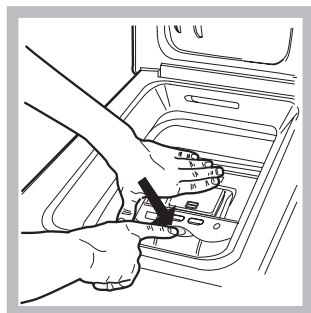

Fig. 2
B) Ouvrez ensuite les Portes du tambour à l'aide de vos deux mains comme indiqué sur la (Fig. 2):
- appuyez sur la touche indiquée par la flèche sur la Fig. 2 et tout en appuyant légèrement vers le bas posez une main pour éviter que les portes ne vous fassent mal aux doigts en s'ouvrant soudainement;